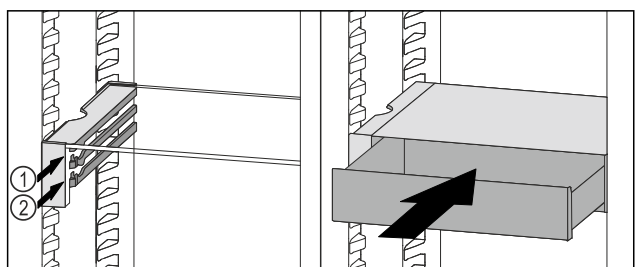

Fig. 93
- ▶ Nasadte zásuvku VarioSafe za zarážky na požadovaném žebro Fig. 93 (1) nebo Fig. 93 (2).